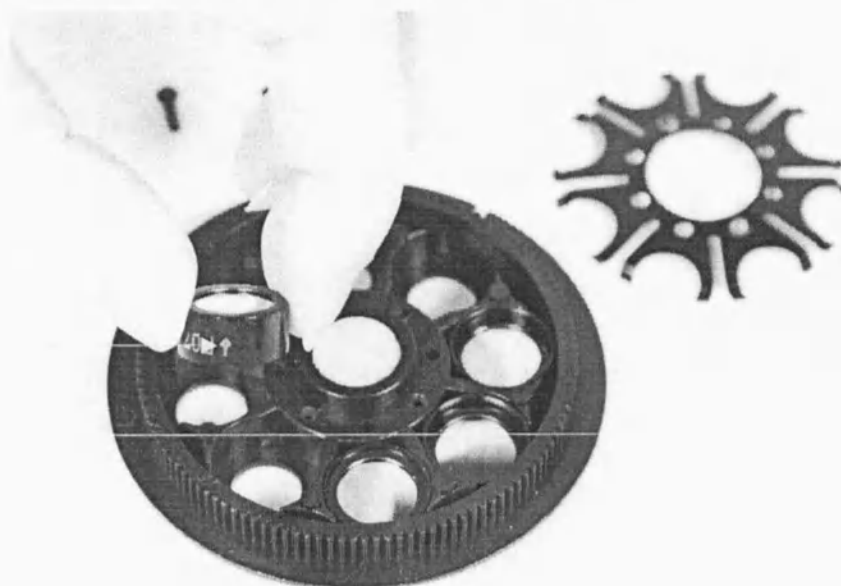

Рисунок 6-21. Установка фильтра в следующее свободное место в колесе.
5. Установите новый или дополнительный фильтр в следующее свободное место в колесе (Рисунок 6-21). При установке фильтра стрелка должна указывать вверх, как показано на Рисунке 6-21. Длина волны для фильтра указана в маркировке на упаковке, а также сбоку на фильтре – три цифры перед последней цифрой номера: xxxxxNNNx, где NNN – длина волны. Положения фильтров указаны в маркировке на обратной стороне колеса. На настоящий момент, в соответствии с заводской комплектацией, колесо содержит три фильтра (Таблица 6-13).